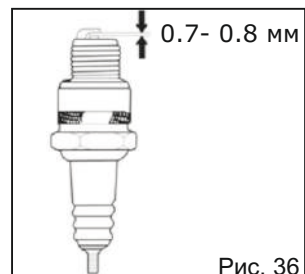

Рис. 36
4. Проверьте зазор между электродами. Он должен составлять 0.7-0.8мм. При необходимости отрегулируйте зазор (рис. 36);